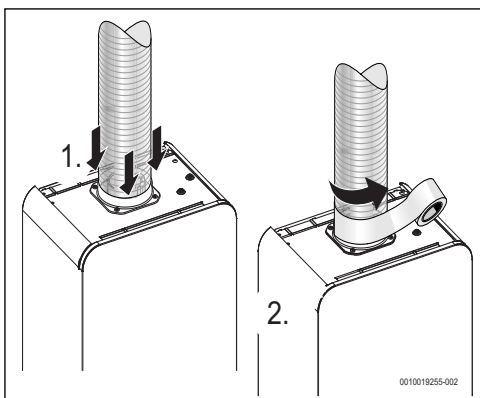

Fig. 15
- ser isolada com material adequado (Fig. 15),